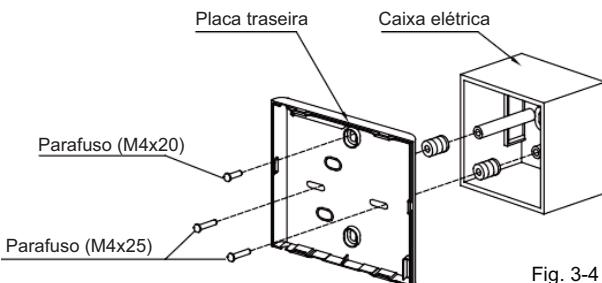

Fig. 3-4
- Para fixar o controlador a uma caixa elétrica, fixe a placa traseira à caixa com dois parafusos (M4x25) e fixe o controlador à parede com um parafuso (M4X20) (Fig. 3-4).